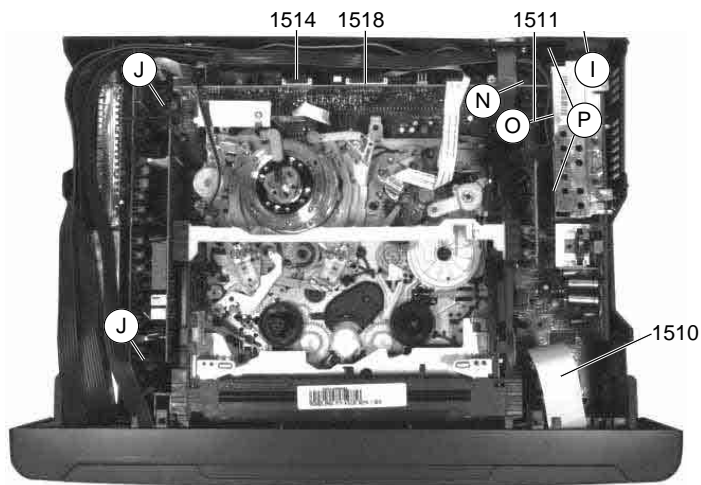
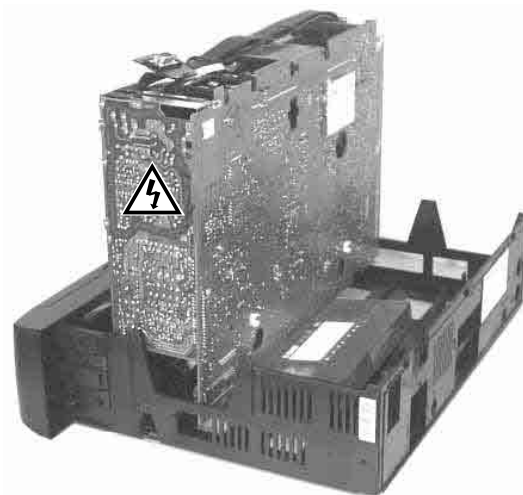

Fig. 7
Fig. 8
- Dévisser les 2 vis (J) et la vis (N) (Fig. 7).
- Décrocher l'ergot (I) (Fig. 7) et soulever légèrement l'alimentation avec le C.I. principal.
Mettre le C.I. principal avec la mécanique en position verticale dans le cadre du boîtier comme indiqué en Fig. 8 et caler l'ensemble avec une cassette. Remettre les connecteurs de liaison 1510, 1511, 1514 et 1518 en place avec le module de commande (Fig 7).
- Disconnect the plug-in connections 1510, 1511, 1514, 1518 to the Keyboard Unit (PDCGN...) (Fig. 7).
- Undo 2 screws (J) and screw (N) (Fig. 7).
- Disengage the locking lug (I) (Fig. 7) and lift the Power Supply Board together with the Family Board carefully by a small amount.
Place the Family Board with Drive Mechanism in vertical position on the cabinet frame as shown in Fig. 8 and support it using a commonly available cassette. Connect the plug-in connection to the Keyboard Unit.
- Couper les entretoises (O) / (P) (Fig. 7).
Après la réparation, veiller à remettre le blindage du C.I. alimentation et à ressouder l'entretoise centrale (O) (Fig. 7)!
- Défaire a vis (N).
- Soulever le module télétexte dans les supports de la platine. Pousser le module vers la platine IO et ôter le module (Fig. 7).
- Cut the bridges (O) / (P) (Fig. 7).
On completion of the repairs ensure that the shielding plate is refitted to the Power Supply Unit and that the bridge in the middle (O) (Fig. 7) is resoldered!
- Undo screw (N).
- Raise the VPT Board at the pcb holder and detach it at (N) from the Family Board (Fig. 7).